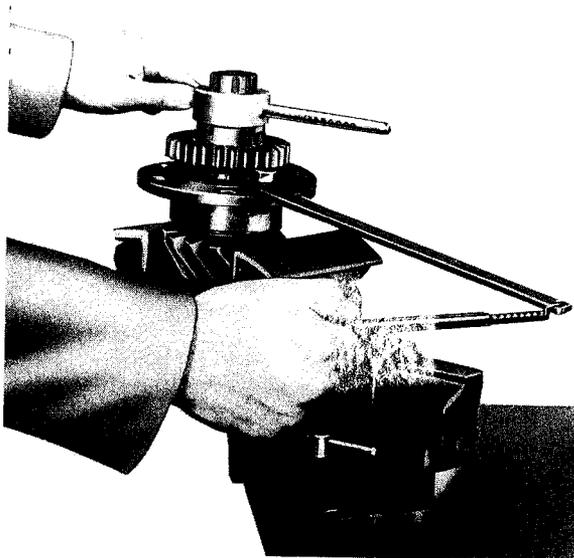

Fig. 28
- 4° Serrer l'écrou au moyen de la clé MARO, de façon qu'un couple de 0,210 à 0,250 m/kg soit nécessaire pour faire tourner le boîtier (fig. 28).
Prendre un comparateur à pied magnétique, la touche du comparateur perpendiculairement aux cannelures de l'arbre du pignon d'attaque ; mettre le cadran à zéro, faire tourner à la main le pignon d'attaque et lire au cadran le jeu qui doit varier de 0,10 à 0,30 mm (fig. 28).